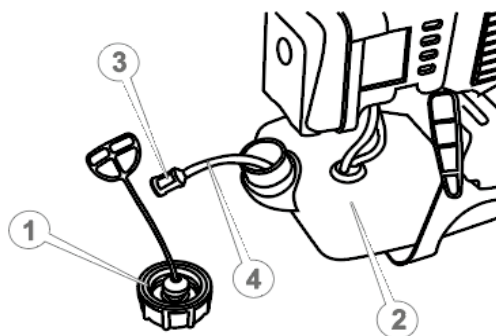

Рисунок 18. Схема обслуговування паливного фільтра
1. Відкрутити кришку (1, рис. 18) заливної горловини паливного бачка (2, рис. 18) та обережно вийняти кришку з бачка.
2. Використовуючи дріт'яну петлю, обережно витягнути паливний фільтр (3, рис. 18).
3. Від'єднати паливний фільтр від паливопроводу (4, рис. 18).